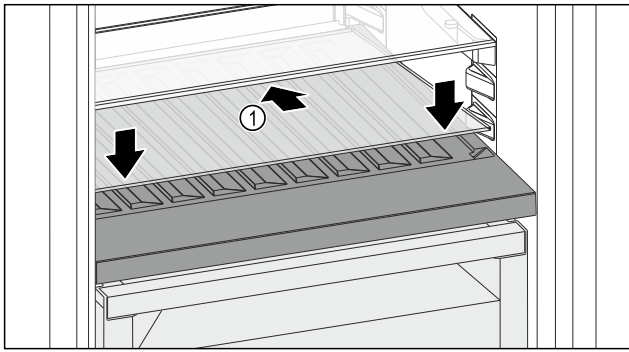

Fig. 93
- ▶ Glasplatte Fig. 93 (1) schräg und nach hinten unten geneigt ansetzen.
- ▶ Glasplatte Fig. 93 (1) vorne absenken.